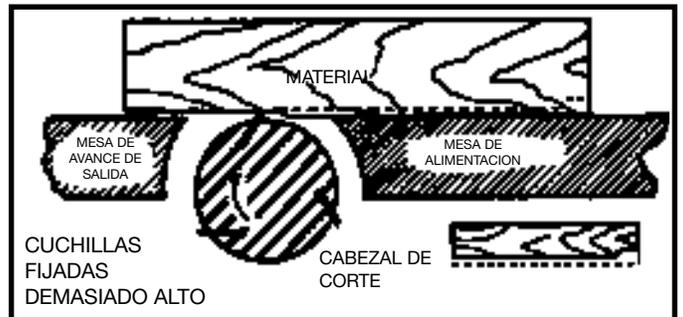

Fig. 44
8. Si las cuchillas han sido fijadas demasiado alto, el material quedará escoplado al finalizar el corte, como lo ilustra la Fig. 44.